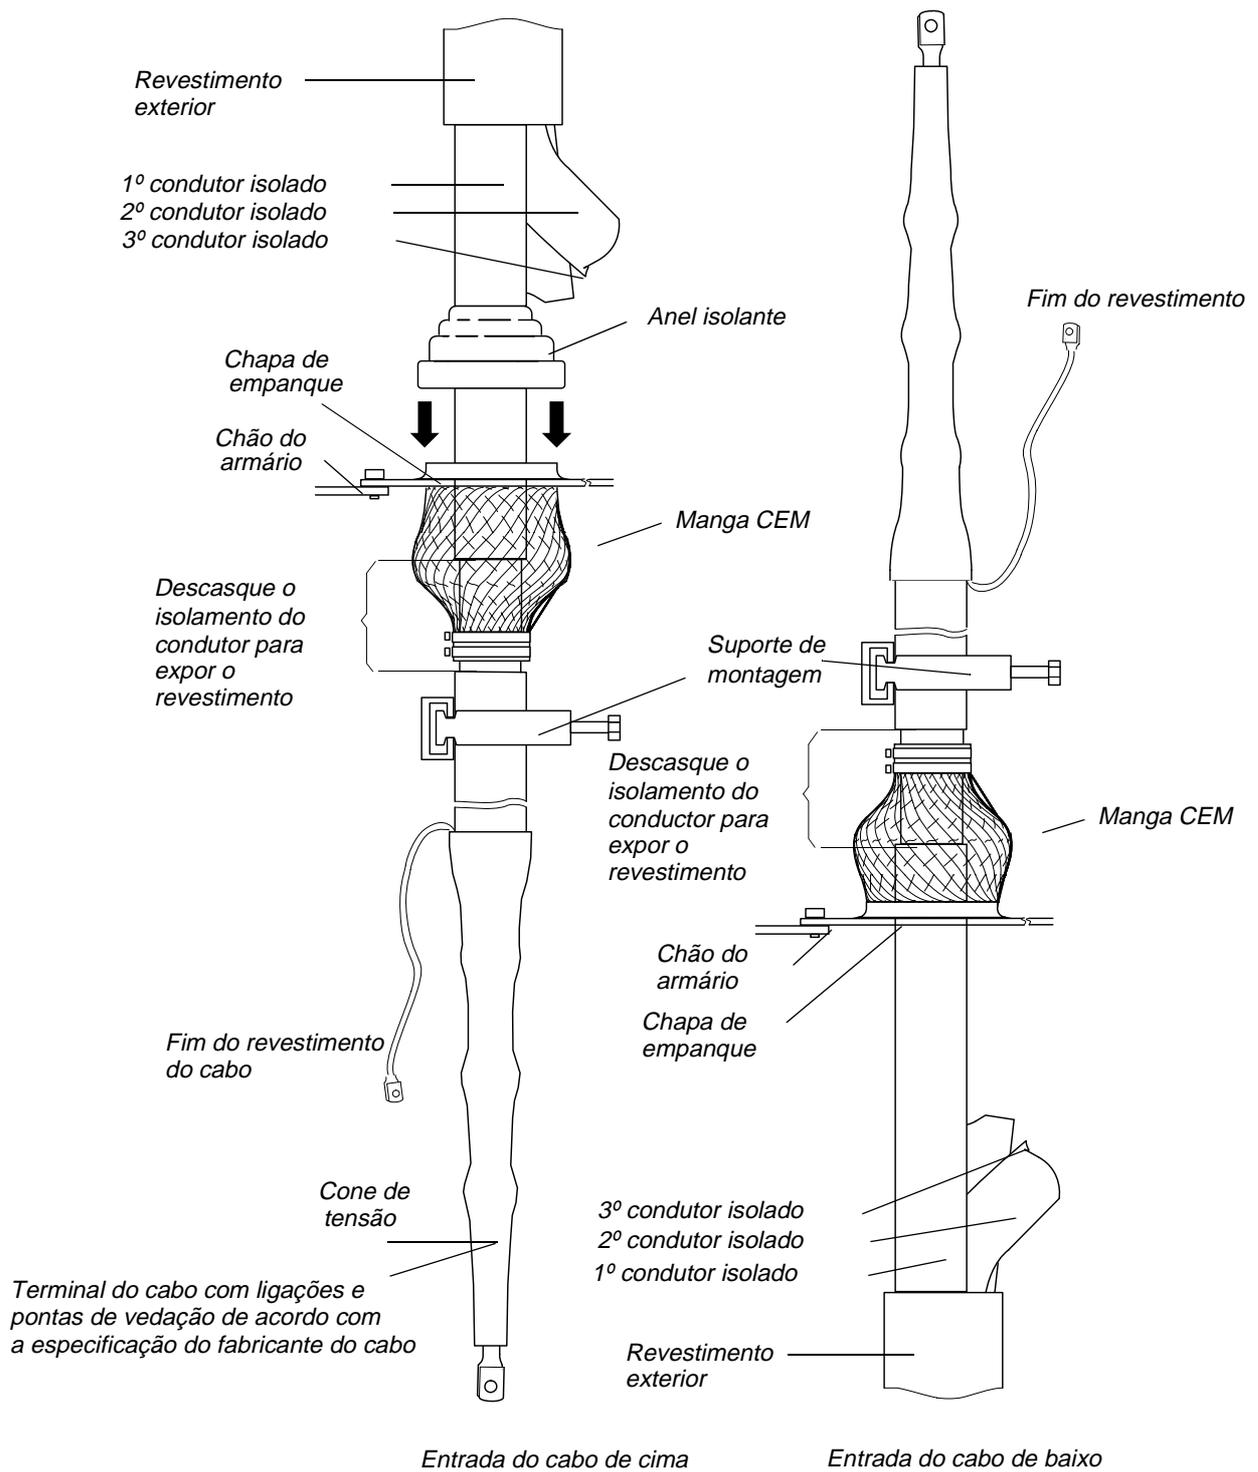
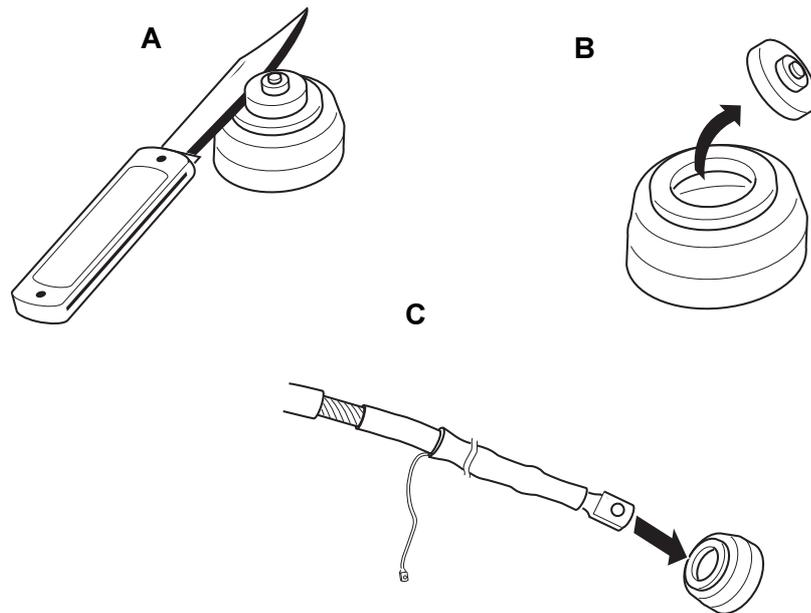

Figura 6-11 Entrada de cabo para cabos de força (IP 20 e IP 22).
Figura 6-12 Cortar os anéis isolantes de borracha no tamanho certo
- O disjuntor principal (DP) deve estar aberto e em posição de serviço (ou seja, desconectado dos condutores e aterrado).
- 4 Para medir o comprimento do conductor, descasque os cabos dos condutores e do motor e passe os condutores através da chapa de empanque de acordo com o esquema em *Figura 6-11*.
- 6 Introduza os condutores através das conexões da chapa de empanque, conforme mostrado em *Figura 6-11* e *Figura 6-12*:
- *IP 54:* Remova os anéis isolantes de borracha das chapas de empanque e corte-o de acordo com o diâmetro adequado para o transformador e o cabo do motor (*Figura 6-12*). Para assegurar uma vedação adequada, corte a marca do diâmetro que corresponde ao diâmetro do cabo. Deslize o passafios sobre o cabo (*Figura 6-11*). O anel isolante deve estar bem firme para evitar que a água entre no armário. Se necessário, vede as conexões com borracha de silicone.